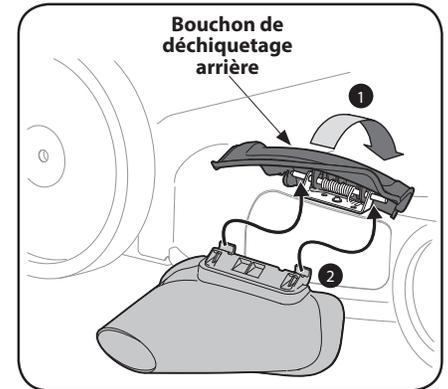

Figure 3-5
1. Soulevez le bouchon de déchetage qui se trouve sur le côté de la tondeuse. Voir Figure 3-5.